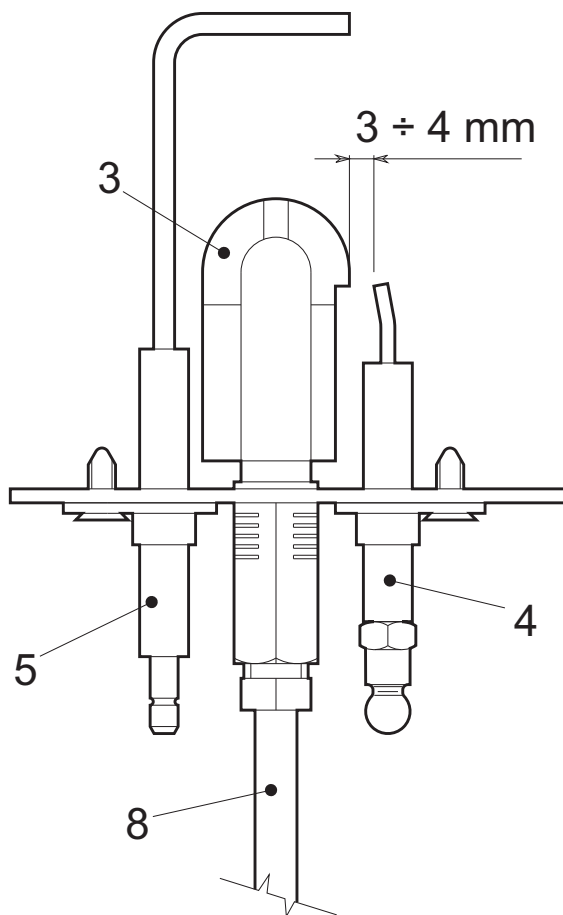

fig. 8 - Quemador piloto
- Los electrodos no presenten incrustaciones y estén bien colocados (véase fig. 8).
No se produce la descarga entre los electrodos.	Controlar que los electrodos estén bien ubicados y en buenas condiciones, que no tengan incrustaciones y que la chispa sea normal (ver fig. 8). Controlar las conexiones eléctricas a los electrodos de encendido y de ionización.